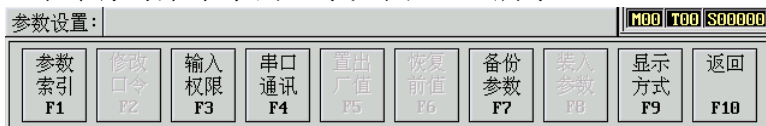
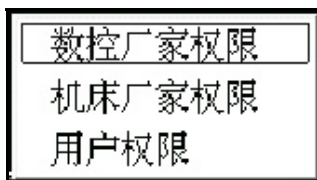

图 9.0.1 参数功能子菜单
图 9.1.1 选择修改参数（口令）的权限
在图 1.3.1 所示的软件操作界面下，按 **F3** 键进入参数功能子菜单。命令行与菜单条的显示如图 9.0.1 所示。
- (1) 在参数功能子菜单(图 9.0.1)下按 **F3** 键，系统会弹出如图 9.1.1 所示的菜单窗口；